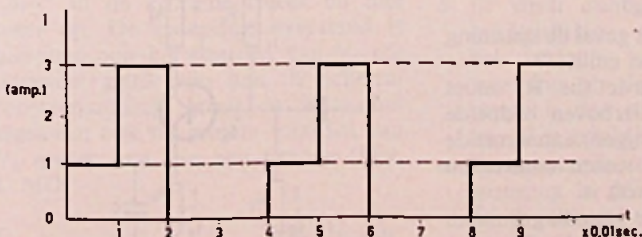

Fig.3
3. Door een weerstand van  $100 \Omega$  vloeit een periodiek veranderende stroom, waarvan het verloop als functie van de tijd in fig. 3 is voorgesteld.
a. Uit fig. 3 blijkt dat de periode van de veranderende stroom 0,04 sec is. Voor de gemiddelde waarde kunnen we nu één periode beschouwen en vinden dan: